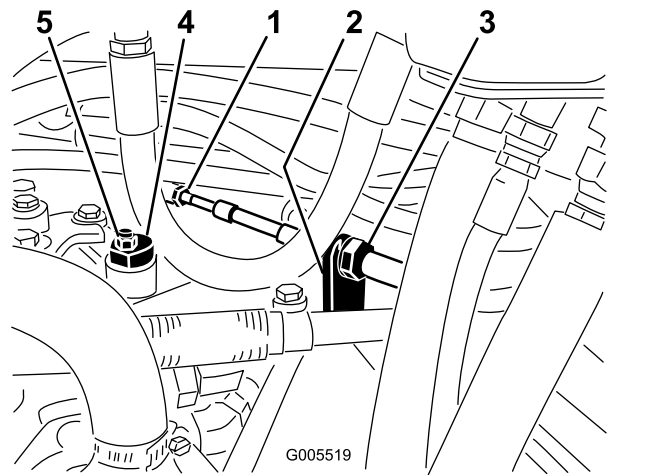

Figura 52
- A. Afloje las dos contratuercas que fijan el cable de control de tracción a la escuadra del hidrostato (Figura 52). Asegúrese de aflojar ambas contratuercas uniformemente, y lo suficiente como para permitir el ajuste.
Nota: Afloje la tuerca que sujeta el excéntrico a la parte superior del hidrostato (Figura 52).
C. Gire el excéntrico hasta que no haya movimiento en ningún sentido. Cuando la rueda deje de girar, apriete la tuerca para bloquear el excéntrico y el ajuste (Figura 52). Compruebe el ajuste con el acelerador en las posiciones Lento y Rápido.
D. Desde cada lado de la mampara, apriete las contratuercas uniformemente, fijando el cable de tracción a la mampara (Figura 52). No tuerza el cable.